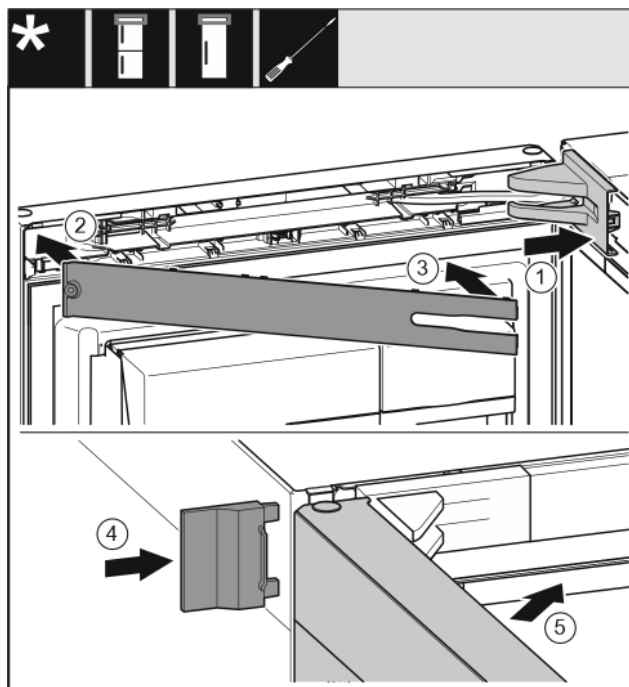

Fig. 27
- Крышку опорного кронштейна установите и зафиксируйте, при необходимости осторожно разожмите. Fig. 27 (1)
- Установите накладку. Fig. 27 (2)
- Наклоните и зафиксируйте накладку. Fig. 27 (3)
- Надвиньте внешнюю крышку. Fig. 27 (4)
- Закройте верхнюю дверь. Fig. 27 (5)